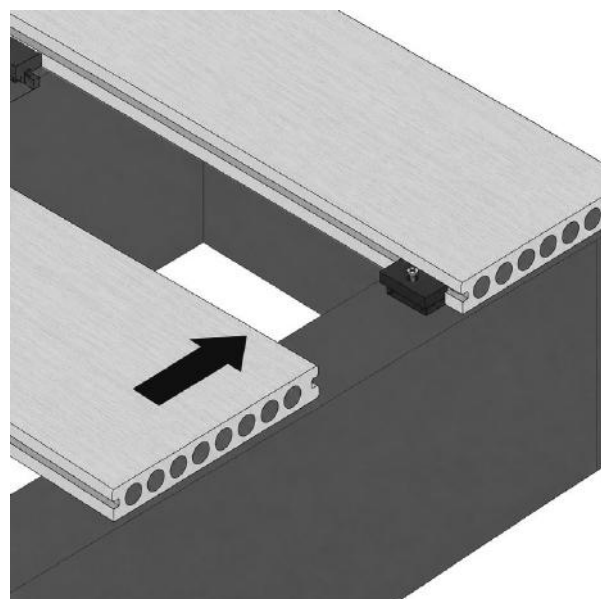

FIG. 5 – SIGUIENTE TABLA DESLIZADA SOBRE EL CLIP OCULTO
- 02 Coloque la siguiente tabla en posición contra los clips ocultos (fig. 5): levante ligeramente el canto exterior de la tabla que se está instalando y deslícela sobre el clip oculto; asegúrese de que el canto de la tabla de tarima toque la lengüeta separadora; golpee ligeramente hasta su posición si es necesario.